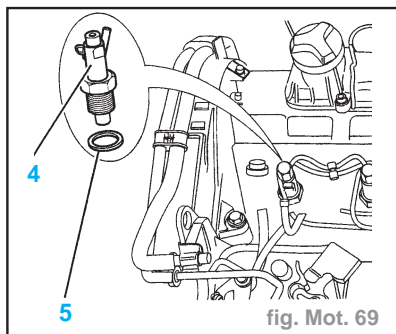

fig. Mot. 69
- les porte-injecteurs (4) en utilisant la douille [1] (-).0149 (fig. Mot. 69)
- les rondelles d'étanchéité (5)
- les rondelles d'étanchéité (5) (fig. Mot. 69)
- les porte-injecteurs (4) (serrage à **9 daN.m**)